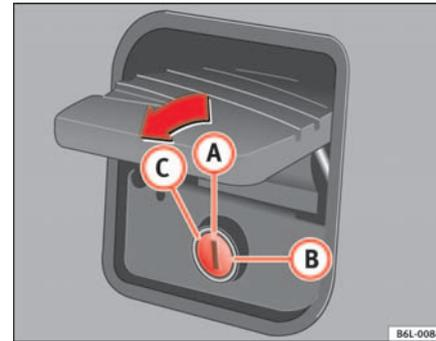

Abb. 51 Gepäckraum-
- Ziehen Sie am Griff und heben Sie die Heckklappe an ⇒ Abb. 50. Der Schlitz des Schlosses muss senkrecht stehen ⇒ Abb. 51 **(a)**.
Wenn der Schlitz im Schloss **(a)** ⇒ Abb. 51 senkrecht steht, wird die Heckklappe automatisch über die Zentralverriegelung ent- und verriegelt. Die Heckklappe kann auch mit dem Schlüssel entriegelt werden.
Wenn der Schlitz im Schloss **(b)** ⇒ Abb. 51, bleibt die Heckklappe nach dem Schließen permanent verriegelt und kann nur mit dem Hauptschlüssel entriegelt werden.
Zum Entriegeln der Heckklappe muss der Schlüssel in Pfeilrichtung bis zum Anschlag **(c)** ⇒ Abb. 51 gedreht werden. In dieser Stellung kann der Schlüssel nicht aus dem Schloss abgezogen werden. ▶